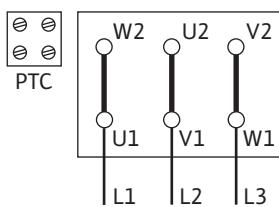

Fig. 10: Démarrage Y-Δ
- L'alimentation réseau dépend de la puissance moteur P2, de la tension d'alimentation et du type de branchement. Consulter le tableau suivant ainsi que les Fig. 10, 11 et 12 pour connaître le couplage requis des ponts de liaison dans la boîte à bornes.